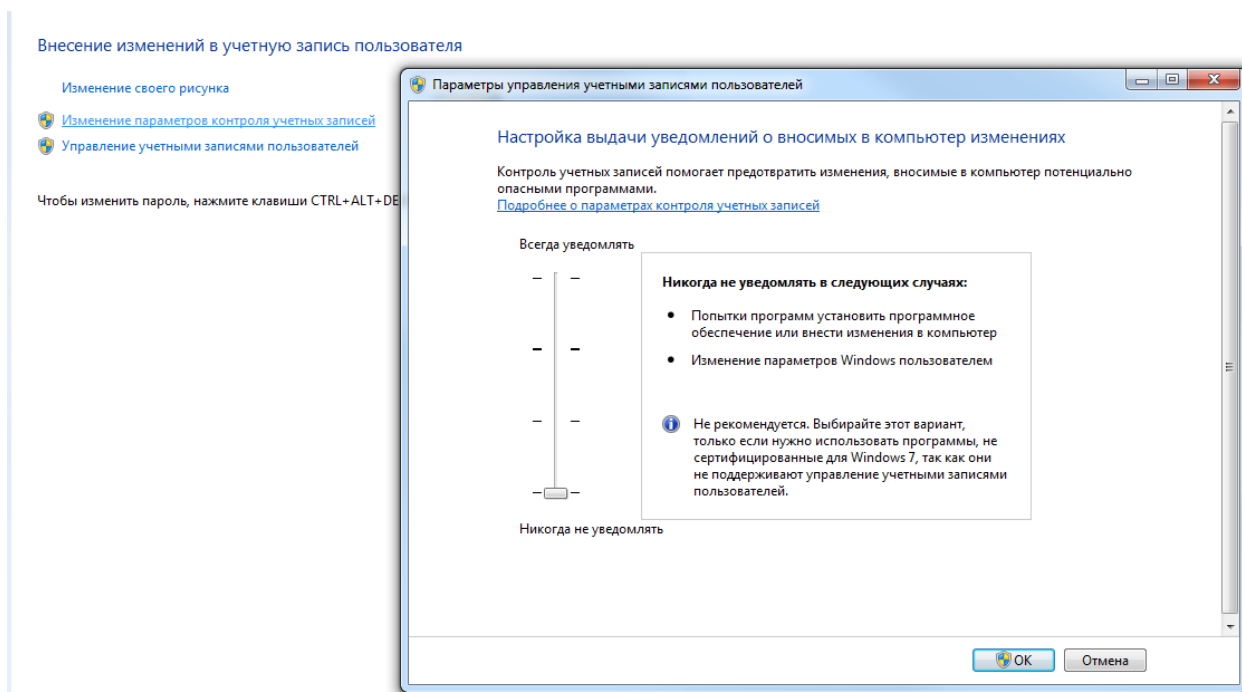

Рисунок 1.1 – Отключение уведомлений
5. Нажмите «ОК» и подтвердите действие, нажав «Да» (рисунок 1.1).